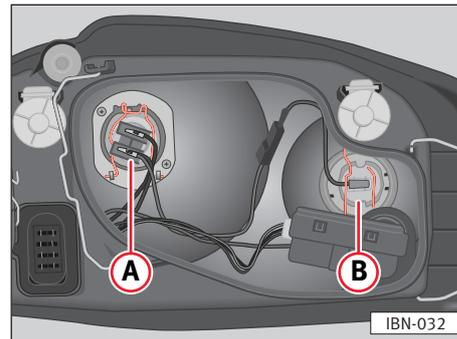

Fig. 150
- Extraer el conector del cable de la lámpara ⇒ fig. 150 Ⓐ
- Colocar la tapa de plástico y colocar los tirantes ②.